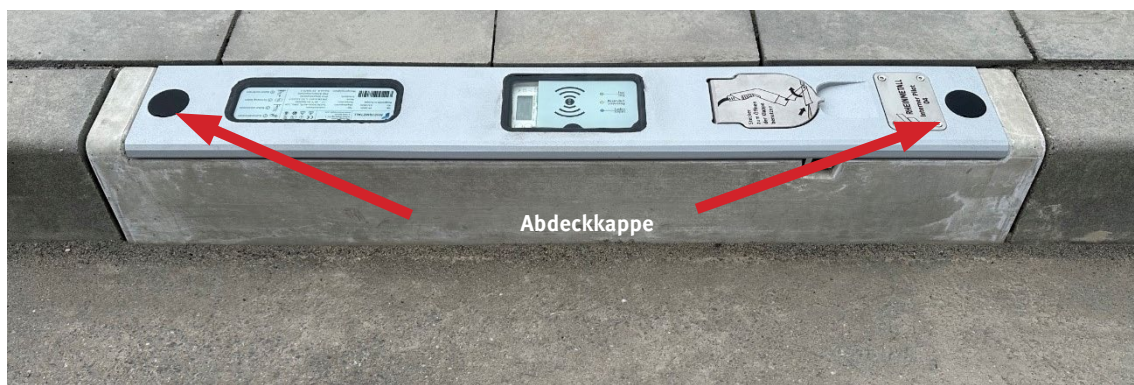

Abb. 43: Abdeckkappen anbringen
- ▶ Drücken Sie anschließend die Abdeckkappen auf die montierten Sicherheitsschrauben (siehe Abb. 43).